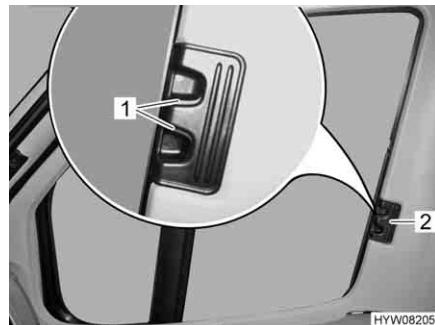
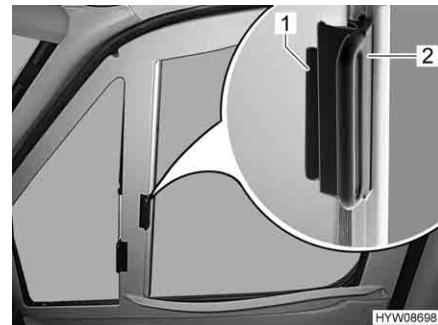

Fig. 33 Tendine oscuranti pieghevoli per il finestrino del conducente/passeggero (Fiat)
Fig. 34 Tendine oscuranti pieghevoli per il finestrino del conducente/passeggero (Mercedes-Benz)
- A seconda del tipo di tendina oscurante, premere e tenere premute le levette di bloccaggio (Fig. 33,1).
- Con la levetta (Fig. 33,2 o Fig. 34,2) tirare le tendine oscuranti pieghevoli per il finestrino del guidatore e del passeggero verso l'altro lato della finestra e congiungerle alle strisce magnetiche.
- Inserire fino all'arresto le tendine oscuranti pieghevoli per il finestrino del guidatore e del passeggero per la maniglia (Fig. 33,2 o Fig. 34,2).
- Rilasciare le levette di bloccaggio (Fig. 33,1) e farle innestare, oppure spin-gere l'impugnatura (Fig. 34,2) fino al sopralzo (Fig. 34,1).